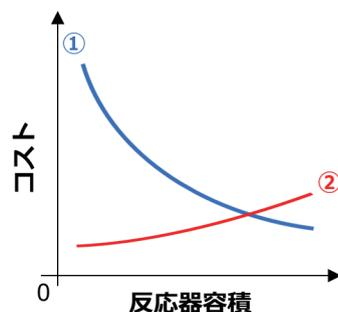

図1 反応器容積に対するコスト変化
積を変数として定め、蒸留塔の条件や目標値を設定し、反応蒸留塔あるいはプラント全体のコスト概略計算をおこなった。この際に蒸留塔や熱交換器といった周辺機器への影響を検討し、反応器容積に対するコスト変動を調査した。その結果、図1のような関係図が得られた。図中の青線①は蒸留塔関連のコスト(付帯設備、電気代等を含む)、赤線②は反応器のコストを示す。反応器容積において蒸留塔と反応器のコストに対してトレードオフの関係であった。したがって、反応器容積に対して最小の製造コストとなる条件を特定できた。